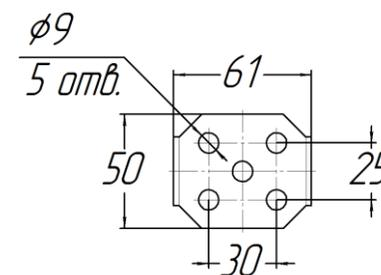
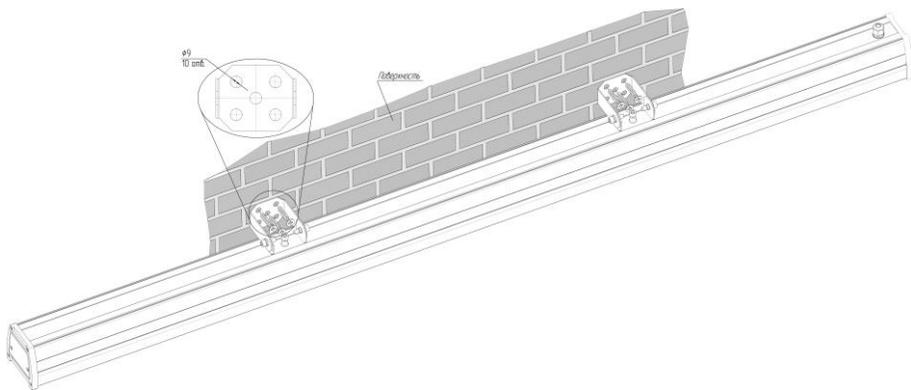

Рис. 3
Рис. 4
- 2) Светильник можно устанавливать, как на горизонтальную, так и на вертикальную поверхность (Рис. 4).
4) Наметить и просверлить отверстия под монтаж светильника на поверхности установки (Рис. 3). Минимальное рекомендуемое количество монтажных отверстий для крепления каждой поворотной скобы – два. Диаметр отверстий в поворотной скобе 9 мм (5 отв.). При помощи винтов прикрепить светильник к поверхности через отверстия в поворотных скобах (Рис. 4). Минимальная рекомендуемая длина метизов 50-70 мм.